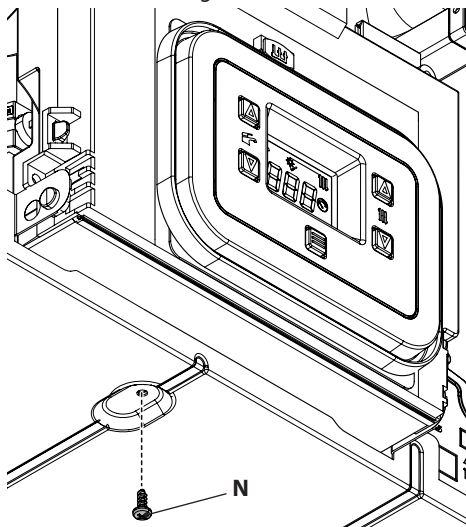

Figura 5.32
- Svitare la vite **N** (Figura 5.32).